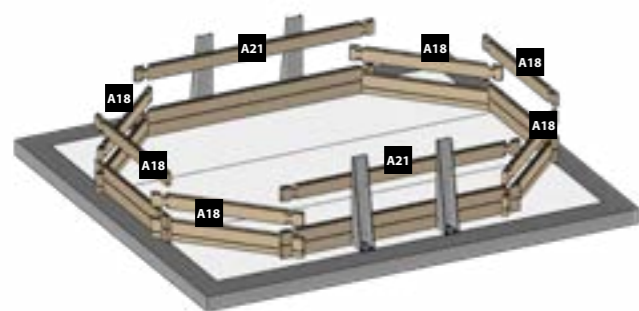

Fig. 16 / Abb. 13 / Afb. 13
**EN 3rd LAYER OF BOARDS:** Install the third layer of boards as shown in figure 16. The position of the refilling fitting with the key and the skimmer should be defined at the start of the assembly (read the specific paragraphs).
**FR 3ÈME RANGÉE MADRIERS :** Positionnez les madriers de la 3ème rangée conformément à la figure 16. Vous devez avoir déterminé l'emplacement de la buse de refoulement et du skimmer dès le début du montage (voir paragraphes spécifiques).
**DE 3. BRETTERREIHE:** Platzieren Sie die Bretter der dritten Reihe laut Abb. 16. Zu Beginn der Montage müssen Sie die Lage des Druckventils und des Skimmers festlegen (lesen Sie hierzu die entsprechenden Abschnitte).
**NL 3ª RIJ PLANKEN:** Plaats de planken van de derde rij zoals te zien is op afbeelding 16. U moet al bij aanvang van de montage bepalen op welke plaats het uitstroommondstuk en de skimmer moet komen (less de betreffende paragrafen).